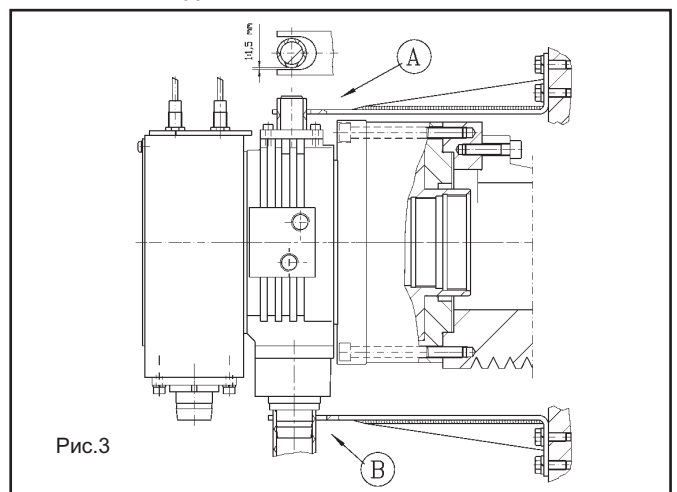

Рис.3
3.3 Масляный распределитель (см. рис.3, А или В) - невращающаяся часть цилиндра, должен удерживаться в нужном положении прикрепленной к станку скобой. Она не должна оказывать осевую нагрузку и должна иметь радиальный зазор в 2-3 мм. Дренажные трубки для масла и СОЖ должны находиться в вертикальном положении для обеспечения слива самотеком.